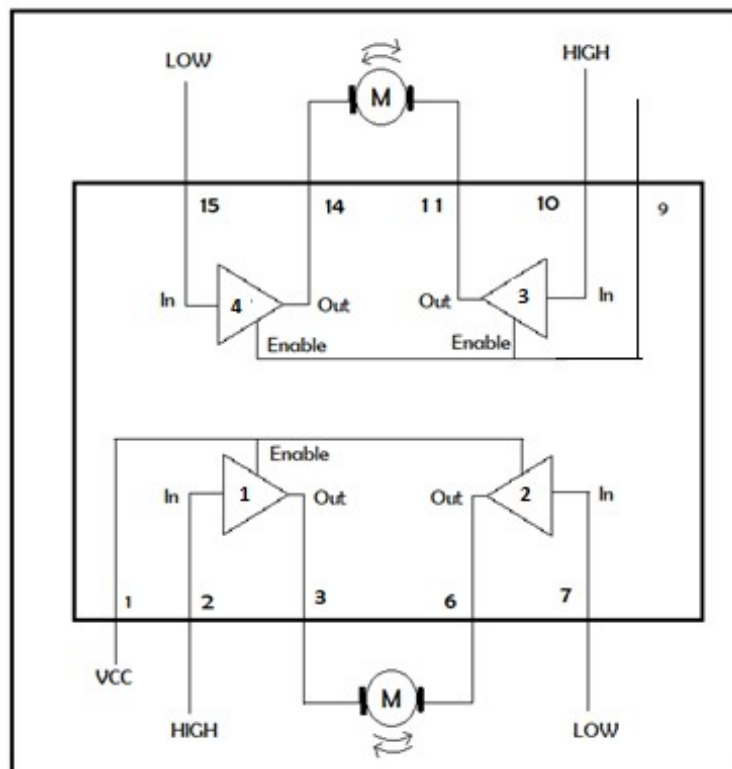

Figura 3. Control bidireccional de motores de corriente directa con Driver L293
- El circuito como puede observarse tiene cuatro driver individuales y para poder realizar un control bidireccional es necesario programar simultáneamente una entrada en nivel alto y la otra en nivel bajo para el funcionamiento en un sentido, para realizar el sentido inverso es necesario invertir las condiciones anteriores, en la figura 3 se muestran estas condiciones.